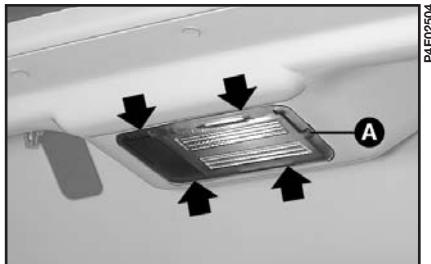

рис. 31
– извлеките из гнезда отражатель А (рис. 31), потянув его вверх; разъединять электрический разъем не обязательно;